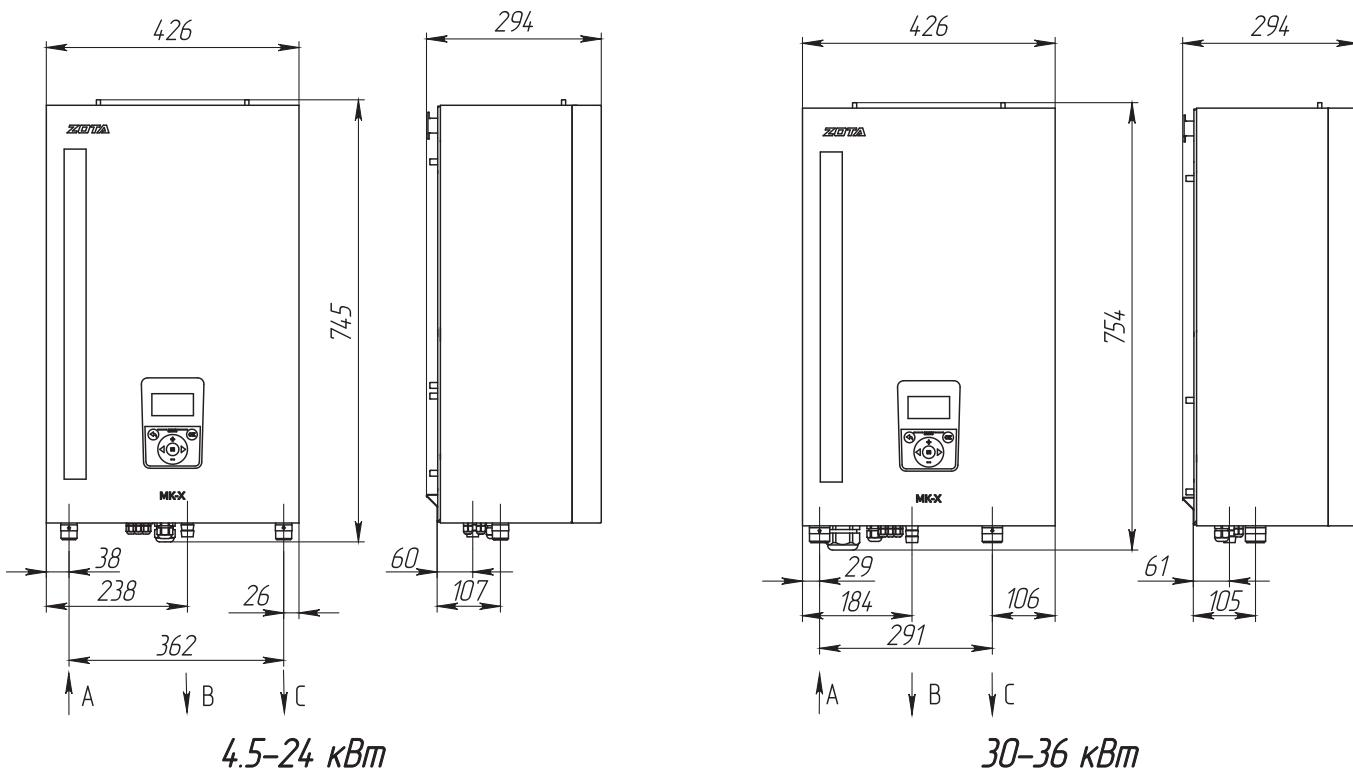

Рис.10 Габаритные размеры ZOTA MK-X 4,5-36
- подсоединить котел к системе отопления. Габаритные и присоединительные размеры котлов указаны на **Рис.10;**